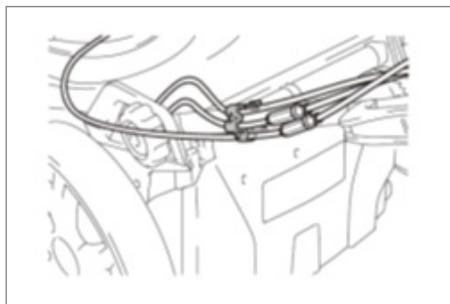

Fig. 1E
4. Coloque la abrazadera del cable en la posición mostrada y luego conecte el cable. (Fig. 1E/Fig. 1F)